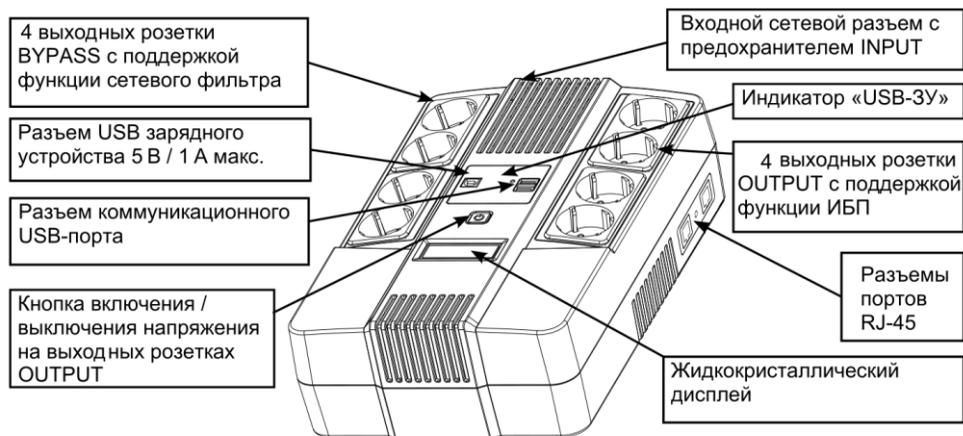

Рисунок 1 — Общий вид изделия спереди
- возможность оперативного выключения/включения напряжения на выходах с функцией ИБП кнопкой, размещённой на передней панели (см. рисунок 1).
Источник имеет (см. рисунок 1):
После подключения изделия к источнику сетевого напряжения (см. раздел УСТАНОВКА И ПОДКЛЮЧЕНИЕ) включается индикатор «USB-3У» (см. рисунок 1), на выходных розетках BYPASS (с функцией сетевого фильтра) появляется выходное напряжение, изделие осуществляет заряд встроенной АКБ, зарядное устройство USB активно.
Включение ИБП осуществляется кнопкой  (см. рисунок 1). После включения, в течение некоторого времени тестируется состояние входного сетевого напряжения, звучит длинный звуковой сигнал, все индикаторы светятся. Если уровень сетевого напряжения находится в допустимом диапазоне, изделие подаёт выходное напряжение на розетки OUTPUT, символы режима работы от АКБ и режима неисправности гаснут, символ режима работы от сети остаётся включённым. В противном случае ИБП включается в режим питания от АКБ (режим «РЕЗЕРВ»), символ режима работы от сети гаснет, а символ режима работы от АКБ остаётся включённым. Зарядное устройство USB остаётся активным.
Подключение изделия следует выполнять при отключённом сетевом напряжении питания в следующей последовательности (см. рисунок 1):